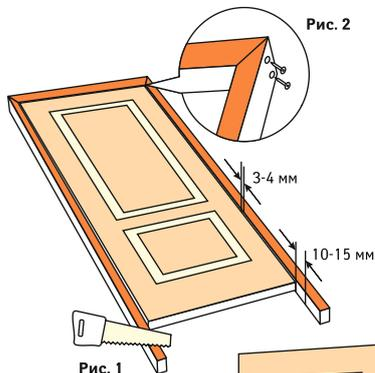

Рис. 2
- Уложите, отторцованные горизонталь и вертикаль коробки так, как показано на рис. 2.